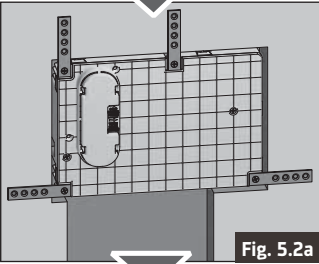

Fig. 5.2a
- Breng de IS-BOX aan in de nis zonder de plaat 9 of deksel 10 en zet hem met de meegeleverde plaatjes aan de wand vast (Fig. 5.2a). De meegeleverde plaatjes hebben twee afmetingen: kies de meest geschikte plaatjes naar aanleiding van de eigenschappen van de installatie. Bevestig, indien noodzakelijk, de doos met een beetje metsel, zonder dat u de doorgang van de leidingen afsluit.